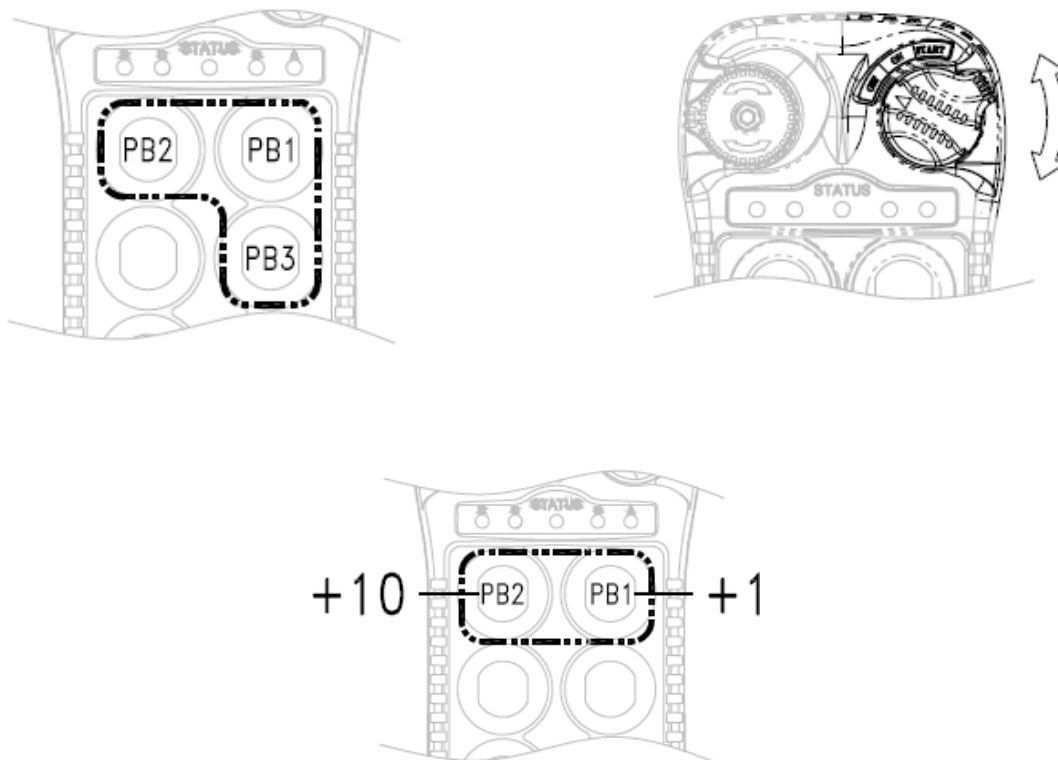

Abb. 9: Frequenzwechsel
2. Halten Sie die Tasten PB1+PB2+PB3 gedrückt und lösen Sie den STOPP-Taster. Dann lösen Sie die Tasten PB1+PB2+PB3 – siehe Abb. 9: Frequenzwechsel.